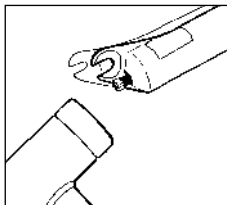

Fig. 5
- Retirez l'écrou de 8 mm qui retient la cartouche du côté de l'amortissement avec une douille de 8 mm. Desserrez partiellement les boulons d'arbre à l'aide d'une clé hexagonale de 5 mm. Tapez fermement sur les boulons avec un maillet pour libérer les arbres du tube inférieur (voir Fig. 5) et retirez complètement les boulons.